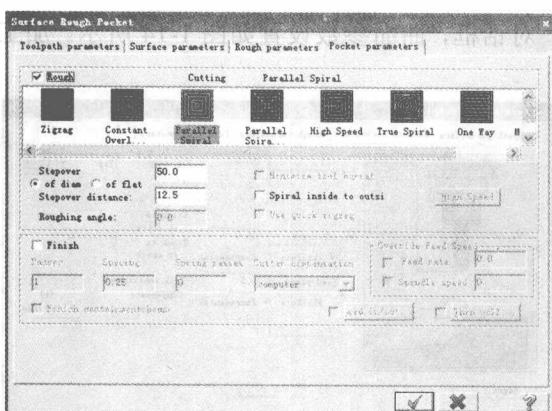

图 1-17 挖槽参数
⑧ 单击曲面挖槽刀路中 **Pocket parameters** 对话框，挖槽参数设置如图 1-17 所示。切削方式选择 **Parallel Spiral**（环绕方式）。**Stepover**（进给百分比）取 50%，**Max stepdown**（最大进给量）取 12.5mm。